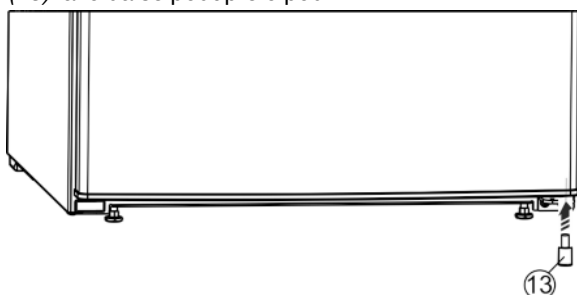

Fig. 11
- Razmačnik Fig. 11 (13) ponovno umetnite desno dolje u vrata jer je on važan za stabilnost uređaja.